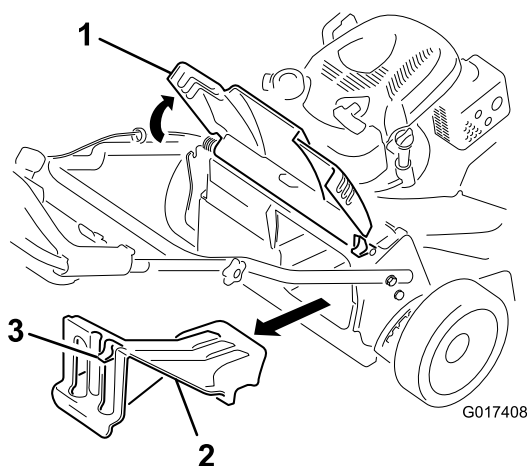

Figura 26
1. Alzate lo sportello posteriore e tenetelo alzato (Figura 26).
2. Rimuovete il coperchio di scarico posteriore abbassando il fermo con il pollice ed estraendo il coperchio dalla macchina (Figura 26).